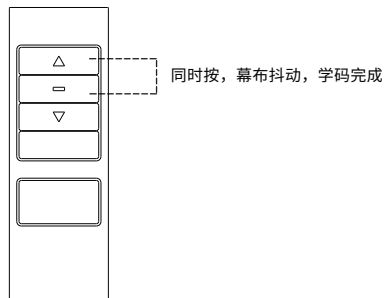

图17
- 1.先断开幕布电源, 10 秒后再重新接入电源, 幕布上下微动 1 次提示上电; 上电10 秒以内, 同时按遥控器“停止键”和“上行键”, 幕布再上下微动 1 次学码成功。(如图17)